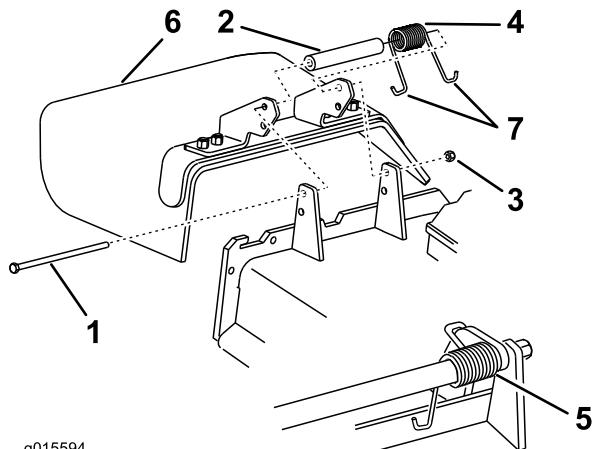

Figura 1
1. Togliete il dado di bloccaggio, il bullone, il distanziale e la molla che fissano il condotto di scarico laterale alla scocca del tosaerba (Figura 1).
2. Togliete il condotto di scarico laterale dalla scocca del tosaerba (Figura 1).